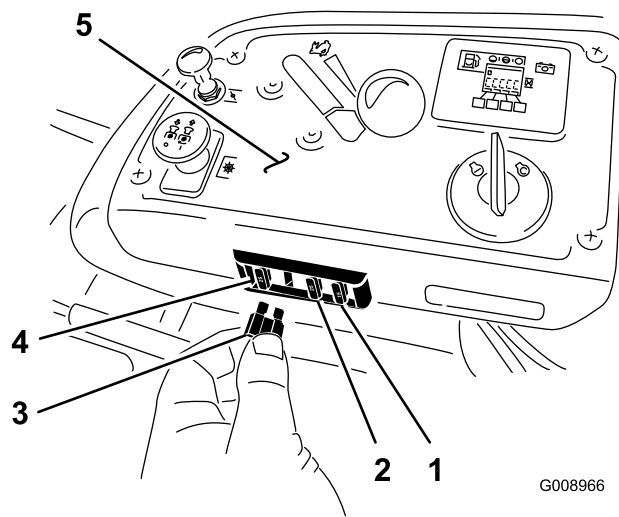

Figura 59
1. Los fusibles están situados en la consola, a la derecha del asiento (Figura 59).
3. Instale un fusible nuevo (Figura 59).